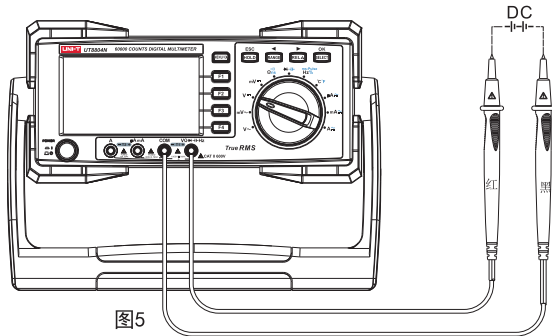

图5
- (1) 将红表笔插入"V"插孔，黑表笔插入"COM"插孔。
- (2) 将仪表的旋转开关转到 V_{DC} ，如图5, 将表笔并联待测电源或负载上。